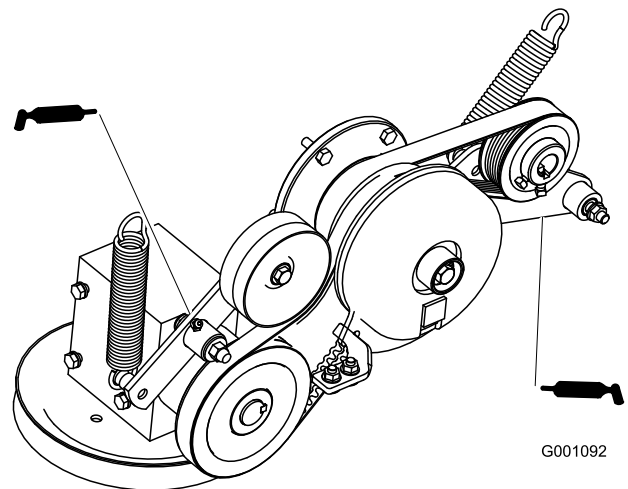

Bild 31
7. Schmieren Sie den Spannarm des Zapfwellenkeilriemens (Bild 31).
8. Schmieren Sie den Spannarm des Pumpenriemens (Bild 31).